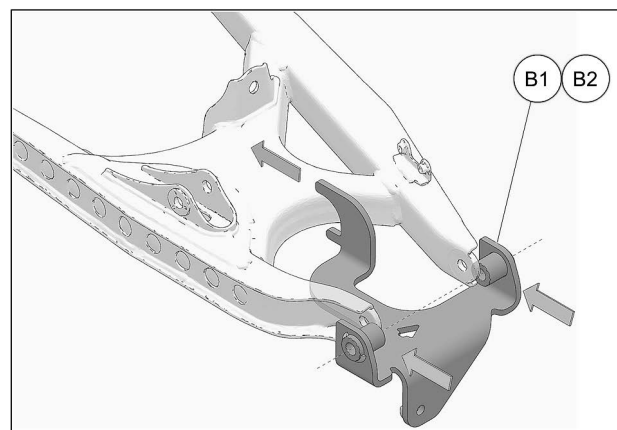

Fig. 6
6. Pivoter l'ancrage (B1-B2) vers le haut et aligner les trous de fixation de l'ancrage aux trous présents dans le bras de suspension. Voir la Fig. 6